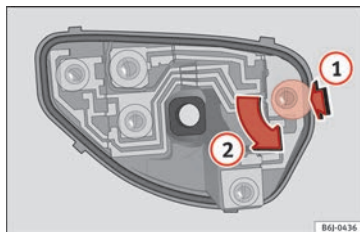

Bild 110 Byta bakljusets glödlampor
- När lamphållaren har tagits bort, tryck i den riktning som pilen (1) visar samtidigt som du vrider i den riktning som pilen (2) visar. » **bild 110**